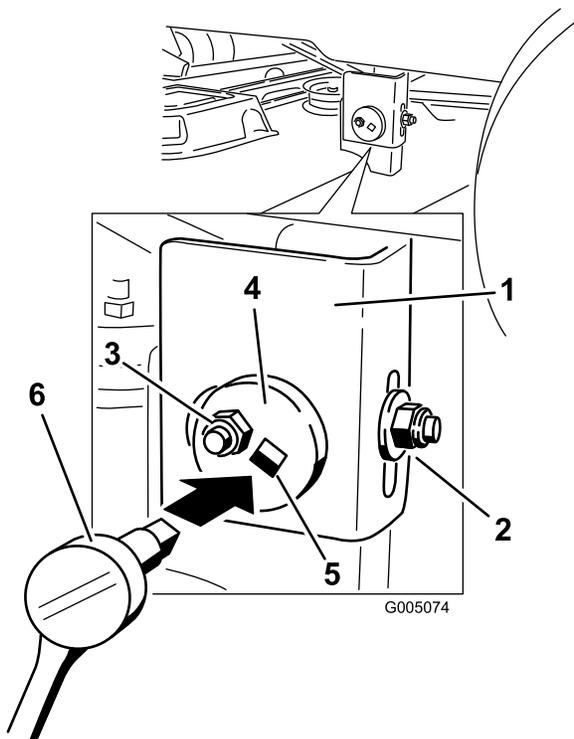

Bild 52
6. Gehen Sie zur linken Seite der Maschine. Lösen Sie (nicht entfernen) die hintere Sicherungsmutter am Hängeprofil (Bild 52).
7. Lösen Sie die seitliche Sicherungsmutter am Hängeprofil so viel, dass Sie die Exzenterplatte einstellen können (Bild 52). Stellen Sie die Exzenterplatte mit einer 3/8 Zoll Verlängerung auf einem Schraubenschlüssel ein. Verstellen Sie die Höhe des Mähwerks und stellen Sie die gewünschte Höhe mit dem Schraubenschlüssel ein.
8. Stoppen Sie das Mähwerk an der eingestellten Stellung und ziehen Sie die seitliche Sicherungsmutter am Hängeprofil fest, um die neue Stellung zu arretieren (Bild 52). Ziehen Sie die hintere Sicherungsmutter am Hängeprofil fest.